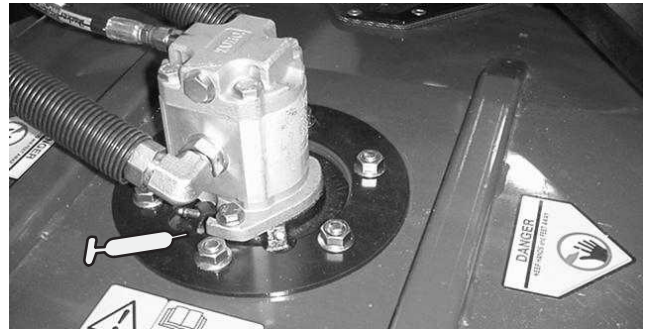

Bild 39
- Spindelwellenlager des Mähwerks (1 pro Mähwerk) (Bild 39)